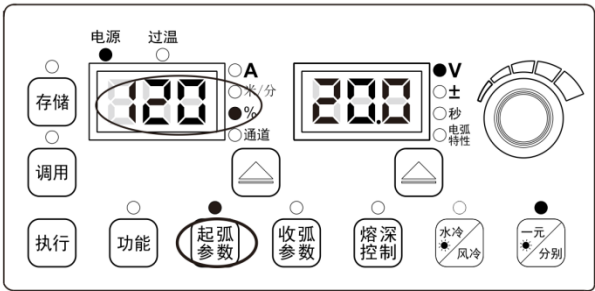

图 3-7 起弧参数百分比设置界面
1. 短按起弧参数键，起弧参数指示灯和“%”指示灯点亮时，进入起弧参数查看，如图 3-7 所示。